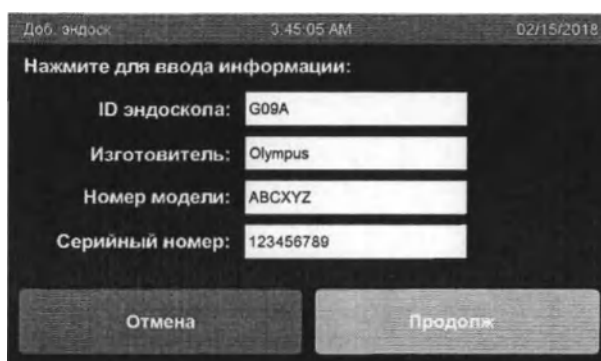

Рис. 25. Экран Add Scope (Доб. эндоскоп)
7. После ввода требуемых полей на экране Add Scope (Доб. эндоскоп) активируется кнопка Continue (Продолж.) (рис. 25). Коснитесь кнопки Continue (Продолж.) для подтверждения.